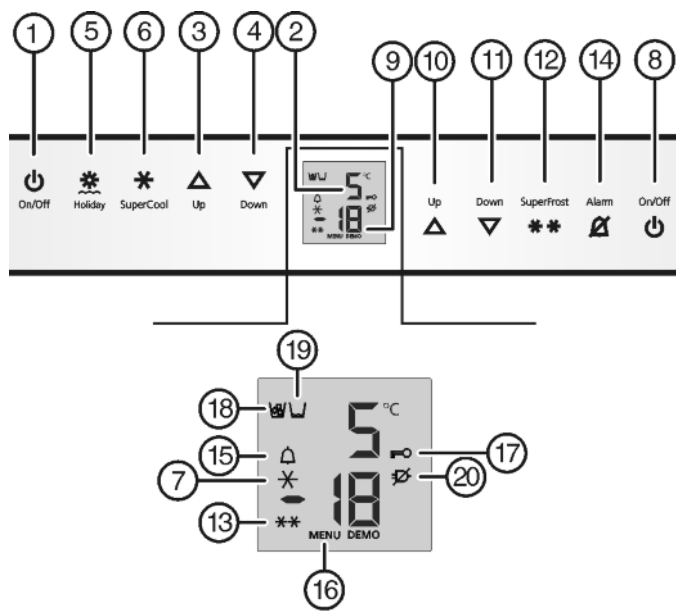

Fig. 2
- Stiskněte tlačítko On/Off mrazničky Fig. 2 (8).
- Stiskněte tlačítko On/Off chladničky Fig. 2 (1).
- ▷ Chladnička a oddíl BioFresh jsou zapnuté: Ukazatel teploty v chladničce Fig. 2 (2) svítí. Při otevření chladničky se rozsvítí vnitřní osvětlení.
- Aktivace režimu nastavování: Stiskněte tlačítko SuperFrost Fig. 2 (12) asi na 5 sekund.
- ▷ Symbol Menu Fig. 2 (16) svítí.
- Pro potvrzení krátce stiskněte tlačítko SuperFrost Fig. 2 (12). Když se na ukazateli zobrazí **cl**:
- Pro zapnutí dětské pojistky krátce stiskněte tlačítko SuperFrost Fig. 2 (12).
- ▷ Symbol dětské pojistky Fig. 2 (17) svítí. Na displeji bliká **c**. Když se na displeji zobrazí **cl**:
- Pro vypnutí dětské pojistky krátce stiskněte tlačítko SuperFrost Fig. 2 (12).
- ▷ Symbol dětské pojistky Fig. 2 (17) zhasne. Na displeji bliká **c**.
- Ukončení režimu nastavování: Stiskněte tlačítko On/Off pro mrazničku Fig. 2 (8).
► Stiskněte tlačítko Alarm *Fig. 2 (14)*.
Současně bliká ukazatel teploty a symbol Alarm *Fig. 2 (15)*.
Výstražný bzučák se vypne automaticky, symbol Alarm *Fig. 2 (15)* se vypne a ukazatel teploty přestane blikat, když je teplota zase dostatečně nízká.